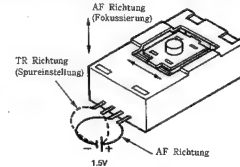

Abb. 14
6. Kontrolle der Ablenkeinheit (Abb. 14)